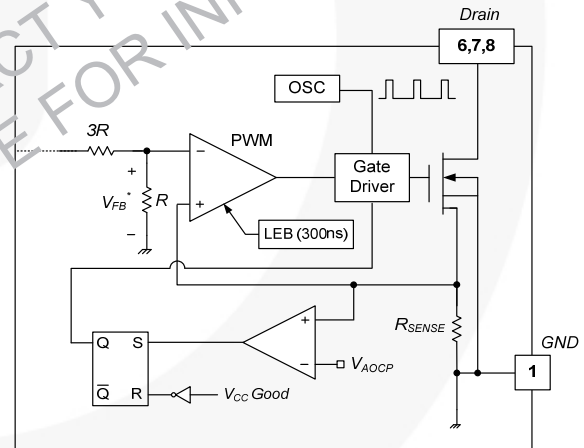

图 23. 异常过流保护
**4.2 异常过流保护 (AOCP):** 当初级整流二极管或变压器引脚短路时, 在很小导通时间内有一个具有极高 di/dt 的浪涌电流流过 SenseFET。虽然 FSL137MRIN 具有过载保护功能, 在那种异常情况下仍不足以保护 FSL137MRIN。这是因为触发 OLP 前有很大的电流应力施加在 SenseFET 上。内部 AOCP 电路如图 23 所示。当栅极导通信号被施加到功率 SenseFET 时, AOCP 模块被启用并通过感测电阻监控电流。电阻两端的电压与预置 AOCP 电平进行比较。如果感测电阻电压大于 AOCP 电平, 设置信号被施加到 S-R 锁存, 导致 SMPS 关断。